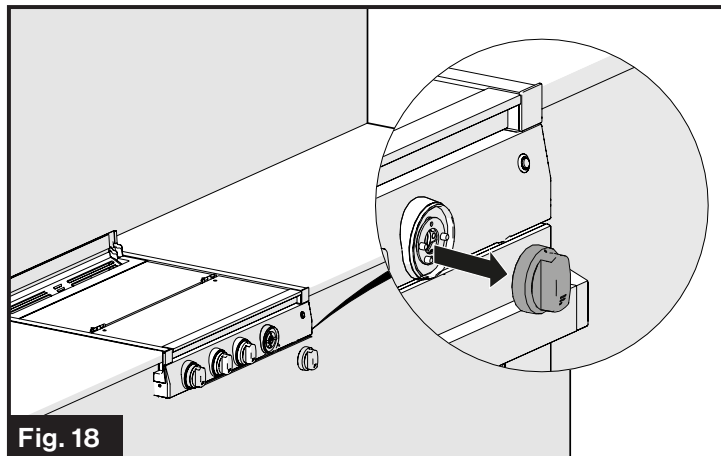

Fig. 18
2. Sujete y tire de la perilla de control con la luz LED rota. (Fig. 18)